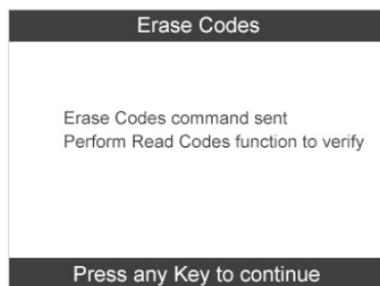

Imagen 4.29
- 3) Si se envía correctamente la orden de borrado, la pantalla se mostrará como aparece a continuación (imagen 4.29). Pulse cualquier botón para continuar. Para asegurarse de que los códigos se borren claramente, reinicie **leer códigos**.